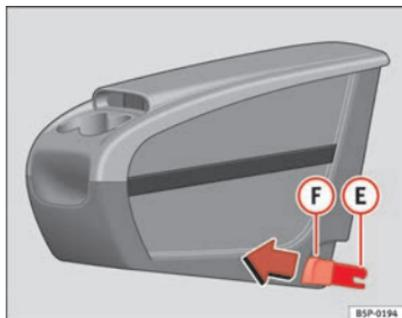
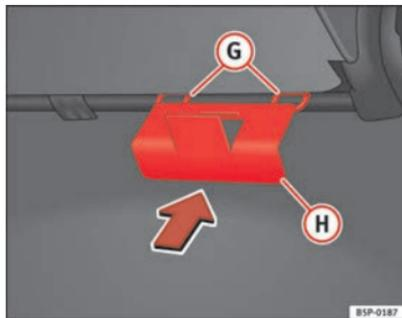

Abb. 111 Zusätzliche Ablage. Montage
Abb. 112 Halteplatte der zusätzlichen Ablage
- Die Halteplatte (H) ⇒ Abb. 112 der zusätzlichen Ablage vom Fahrzeuginnern aus auf der Rückseite des Sitzes befestigen. Sie muss sich zwischen der Lehne und dem Sitzkissen im Bereich des mittleren Rücksitzes befinden.
- Die beiden Befestigungselemente (E) ⇒ Abb. 111 zu den beiden Befestigungsringen (G) ⇒ Abb. 112 ausrichten und die beiden Klammern vollständig in die Befestigungsringe eindrücken.
- An den Knöpfen ⇒ Abb. 111 (F) der Klammern nach vorne ziehen (rote Knöpfe), bis sie hörbar ausgehängt sind.